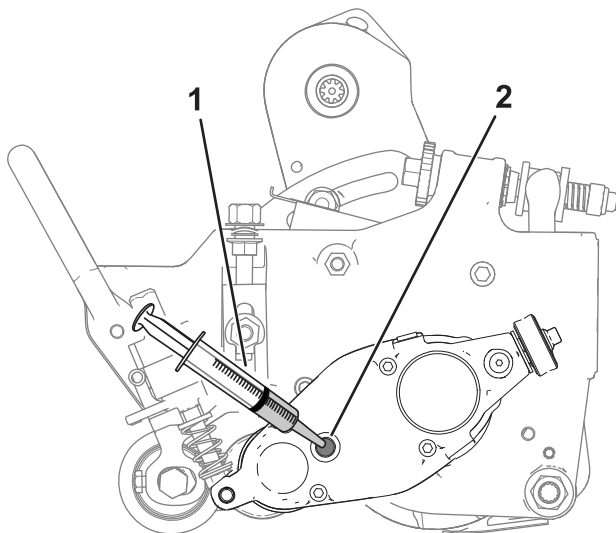

Figura 24
6. Abane lentamente a unidade de corte para a frente e para trás para assegurar que o óleo foi completamente drenado da caixa. Quando o óleo estiver completamente drenado, coloque a unidade de corte numa superfície nivelada como se mostra na Figura 24.
8. Utilize uma seringa (peça n.º 137-0872) para encher a caixa da transmissão com 50 cc de óleo 80–90W (Figura 24).